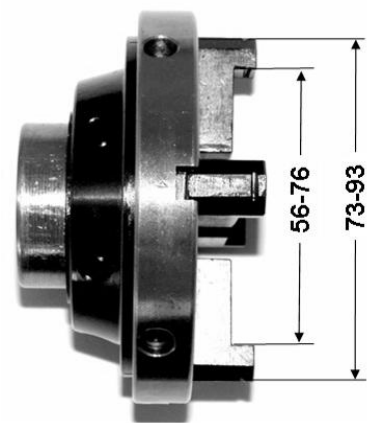

Рис. 1
2.1. Основные параметры приведены в таблице 1 и на Рис. 1.